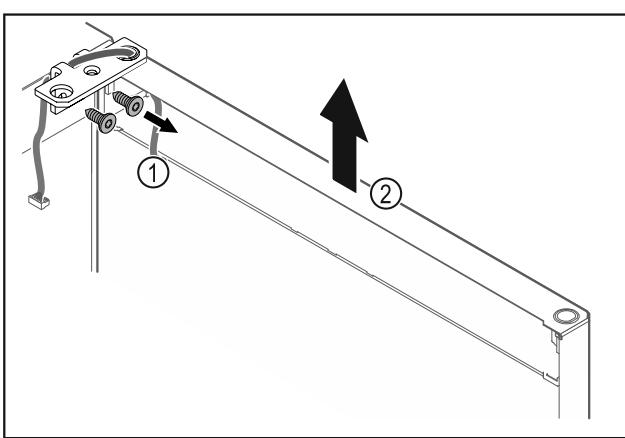

Fig. 19
- Ξεβιδώστε τη γωνία μεντεσέ Fig. 19 (1).
► Σηκώστε την πόρτα μαζί με τη γωνία μεντεσέ Fig. 19 (2) περίπου 200 mm ευθεία προς τα επάνω και αφαιρέστε τη.